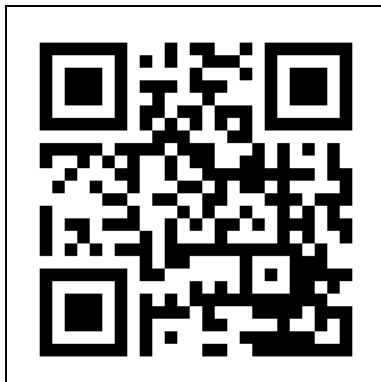

Figure 12
1. Ouvrez le manuel de l'application Eurom Smart avec le code QR (figure 12) ou allez sur [www.eurom.nl/nl/manuals](http://www.eurom.nl/nl/manuals).